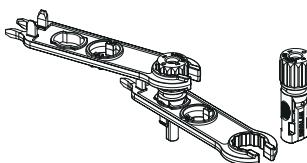

Figura 5.5 Conector com Porca Aparafusada
c) Insira o pino de contato na parte superior do conector e aperte a porca cega na parte superior do conector. (conforme mostrado na figura 5.5).